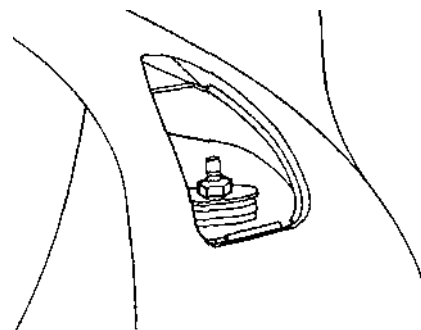

Рис. 5.29
- открыть багажное отделение, снять часть обивки, которая закрывает гайку крепления штока амортизатора (рис. 5.29);